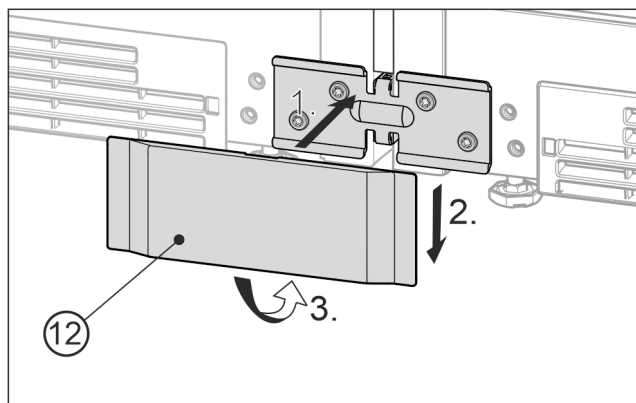

Fig. 25 Zobrazení příkladu
- ▶ Dolní kryt Fig. 25 (12) nasadte zpředu na úhelník Fig. 25 (1), zasuňte dolů Fig. 25 (2) a dole zatlačte do západek Fig. 25 (3).